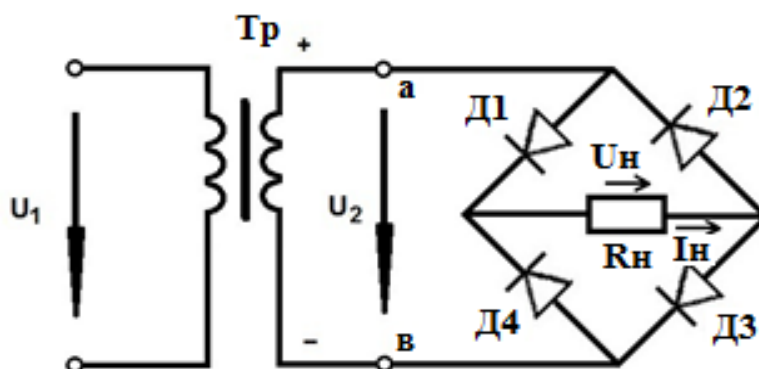

Рис. 2.4. Двухполупериодный мостовой выпрямитель.
4. Двухполупериодный мостовой выпрямитель состоит из трансформатора и четырех диодов, подключенных к вторичной обмотке трансформатора по мостовой схеме (рис. 2.4). К одной из диагоналей моста подсоединяется вторичная обмотка трансформатора, а к другой – нагрузочный резистор  $R_H$ . Каждая пара диодов (Д1 – Д3 и Д2 – Д4) работает поочередно.